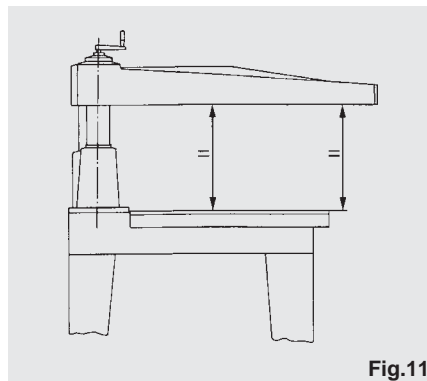

Fig.11
- 2) Vinkeljernene skal både være parallelle og have den samme afstand til armen I denne forbindelse kan man udnytte armens bevægelighed så man kan udføre målingerne med armen placeret over det pågældende vinkeljern (se fig. 11 og 12). Når man løsner boltene i vinkeljernene for at justere dem,